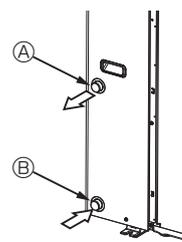

Fig. 4-1
4.1. Tilslutning af vandledninger (Fig. 4-1)
- Ind- og udgangsrørenes placering er vist på Fig. 4-1.
[Fig. 4-1]